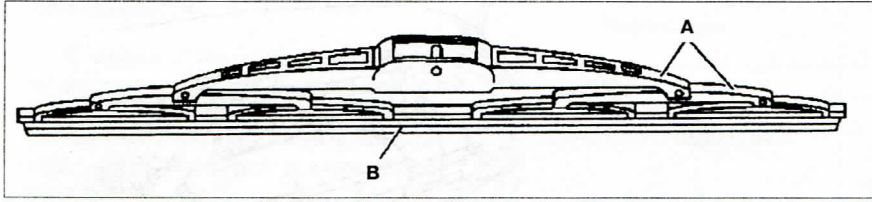

Рис. 1.14. Щетка стеклоочистителя.
1. Проверьте фиксатор **A** и резинку щетки стеклоочистителя **B** (рис. 1.14). Проверьте состояние фиксатора и резинки лобового стекла. Замените, если необходимо.